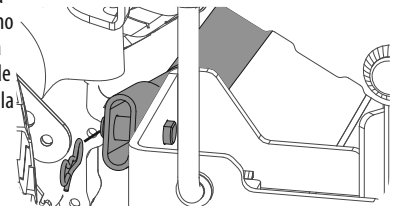

Figura 49
- Extraiga el pasador de chaveta con unión curva que está del lado derecho de la barra, que conecta la barra con el soporte de la plataforma. Consulte la Figura 49.